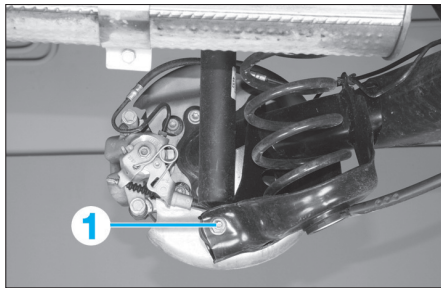

Fig. 44
- la vis de fixation inférieure (1) (Fig.44) d'amortisseur,
- Déposer la vis de fixation inférieure (1) (Fig.44) d'amortisseur.